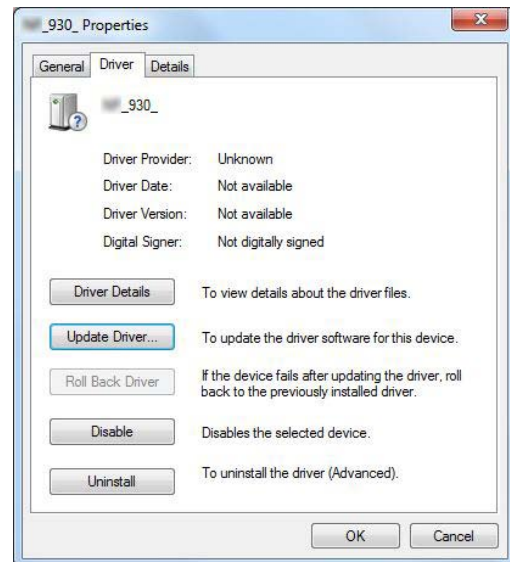

Abbildung 35: Treiber aktualisieren
- Wechseln Sie nun in den Reiter "Treiber" und wählen Sie "Treiber aktualisieren" aus. (siehe Abbildung 35). Das Fenster "Treibersoftware aktualisieren" öffnet sich.